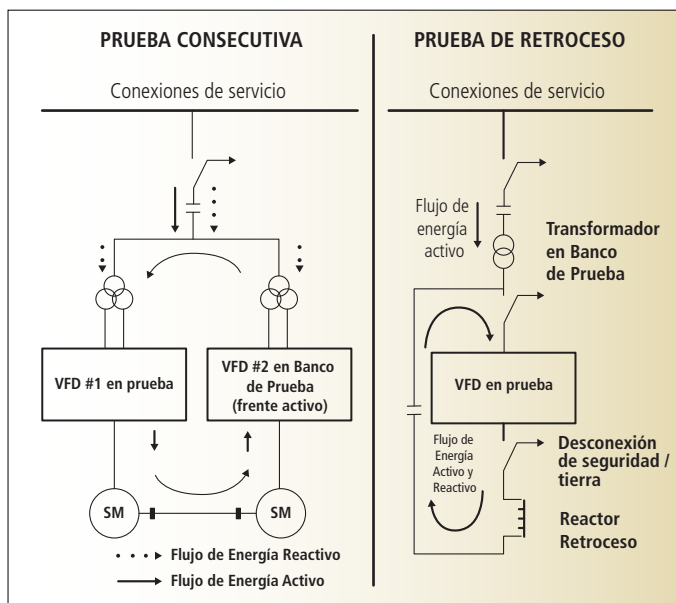

Figura 5: Ilustración eléctrica del reactor de retroceso y prueba consecutiva
5. Prueba de retroceso del reactor: esta prueba se considera una prueba de carga completa donde el VFD se opera a voltaje nominal y corriente nominal. El reactor actúa como una carga para el VFD. Se llama una prueba de retroceso porque la energía se recircula a través del reactor de vuelta al VFD, lo que minimiza la demanda de energía de la red durante la prueba. La Figura 5 muestra una ilustración eléctrica de una prueba de retroceso del reactor.